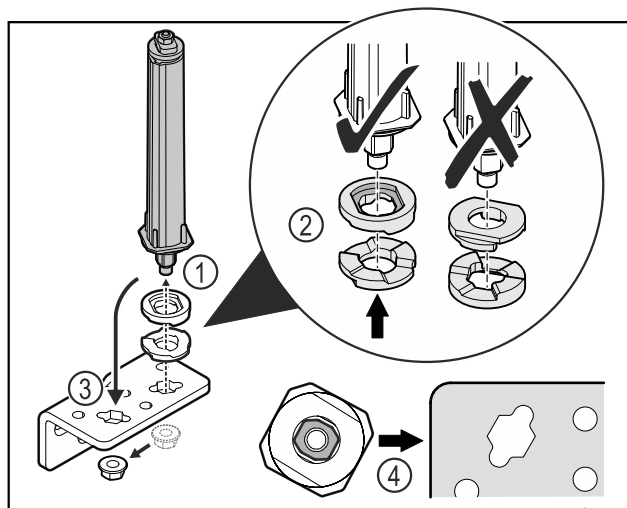

Fig. 34
- Mutter lösen und Türschließsystem entfernen Fig. 34 (1).
- Auf die korrekte Ausrichtung der Höhenverstelleisen achten Fig. 34 (2).
- Türschließsystem im Scharnierwinkel umsetzen und mit der Mutter fixieren Fig. 34 (3).
- Beim Einsetzen auf die korrekte Ausrichtung des Türschließsystems achten Fig. 34 (4).